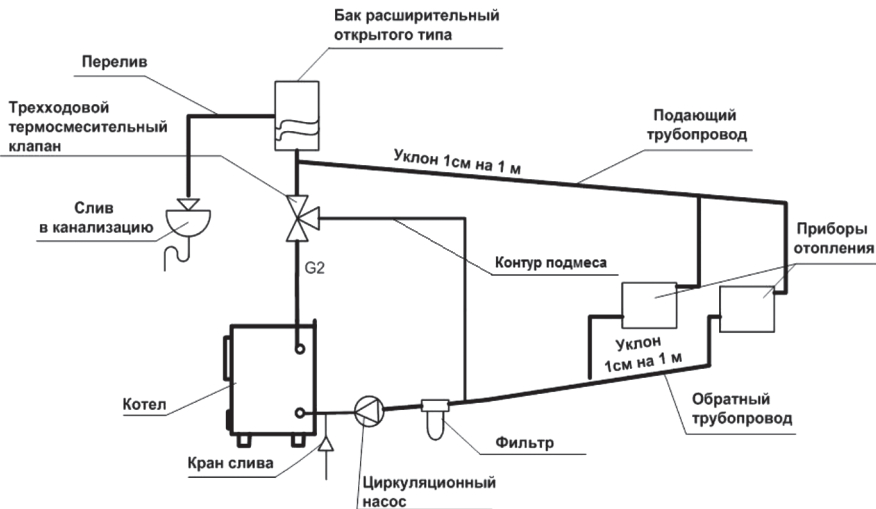

Рис.3 Схема открытой системы водяного отопления
5.8. Принципиальная схема подсоединения котла к отопительной системе приведена на Рис.3 и 4.
5.9. Расширительный бак открытого типа (Рис.3) устанавливается в наивысшей точке системы отопления. Он должен иметь постоянно открытое заливное отверстие в верхней части и переливную линию на верхней боковой поверхности, для слива излишней воды в канализацию.
5.12. Перед началом эксплуатации система заполняется водой из водопровода через кран слива воды (рис.3 и 4) снизу вверх, до начала перелива из расширительного бачка. Доливать воду в систему возможно через воронку.